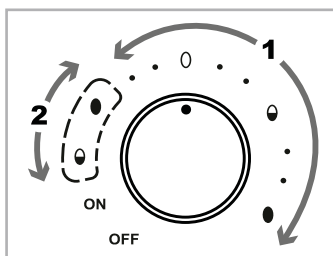

Fig. 1
- 1) Girare la manopola **7** nella posizione corrispondente al grado di durezza desiderato delle uova. Utilizzare il campo di regolazione "1" (vedere fig. 1) con i simboli e i punti che li precedono:
Per il primo processo di cottura si applica il campo di regolazione "1" con i simboli e i punti che li precedono. Per il secondo processo di cottura si applica il campo di regolazione "2" con i simboli circondati da una linea tratteggiata (vedere fig. 1).
- 2) Girare la manopola **7** nella posizione corrispondente al minore grado di durezza desiderato (si applica il campo di regolazione "1", vedere fig. 1). La spia di controllo **8** si accende e il processo di cottura ha inizio.
- 5) Ricollocare il coperchio **2** e girare la manopola **7** nella posizione all'altezza dei simboli circondati da una linea tratteggiata (campo di regolazione "2", vedere fig. 1), i quali corrispondono al grado di durezza desiderato delle uova rimaste nell'apparecchio: